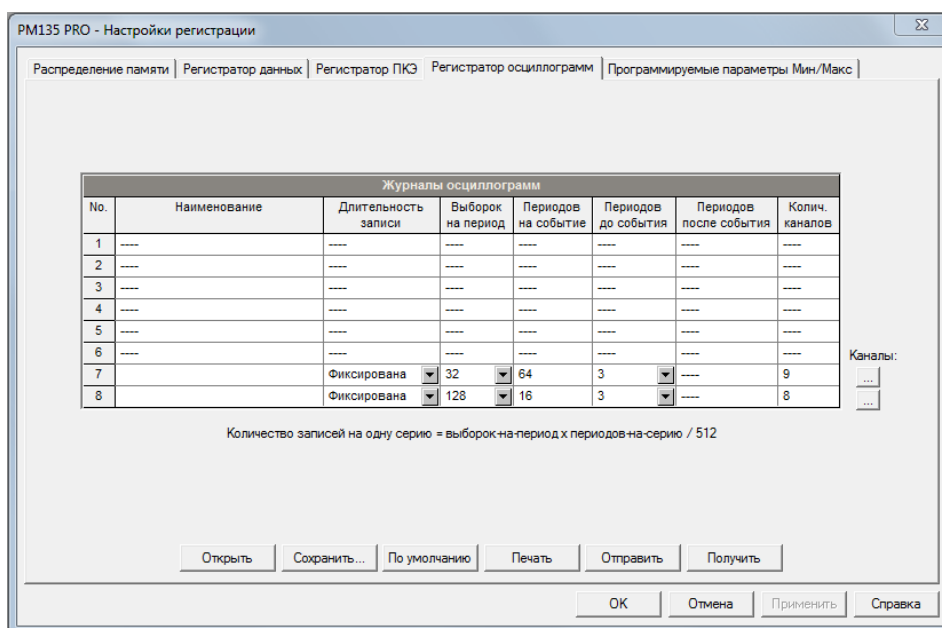

Рисунок 107 – Окно (вкладка) настроек «Регистратор осциллограмм»
6. Нажмите кнопку «Настройка регистратора» или перейдите на вкладку «Регистратор осциллограмм» (рисунок 107).